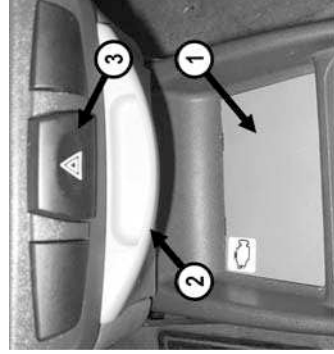

рис.5 Место установки БК
- 2.1 Установка БК производится вместо заглушки тоннеля пола. Извлеките заглушку тоннеля пола (поз.1, Рис.5). Отверните два винта крепления колодки предохранителей и уложите саму колодку предохранителей между двумя воздуховодами тоннеля пола. Отверните 4 винта крепления крышки (поз.2, Рис.5) пепельницы передней и снимите её для доступа к колодке выключателя аварийной сигнализации.
- 2.3 Отсоедините колодку выключателя (поз.3, Рис.5) аварийной сигнализации: